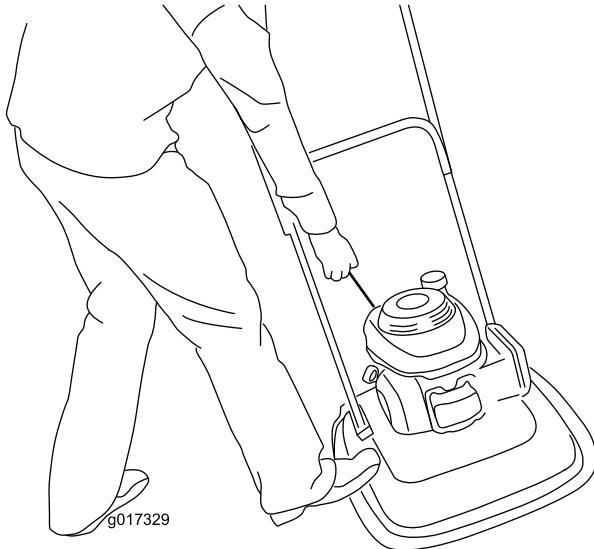

図 15
3. 片足をデッキに載せ、機体を自分側に引き寄せる（図 15）。